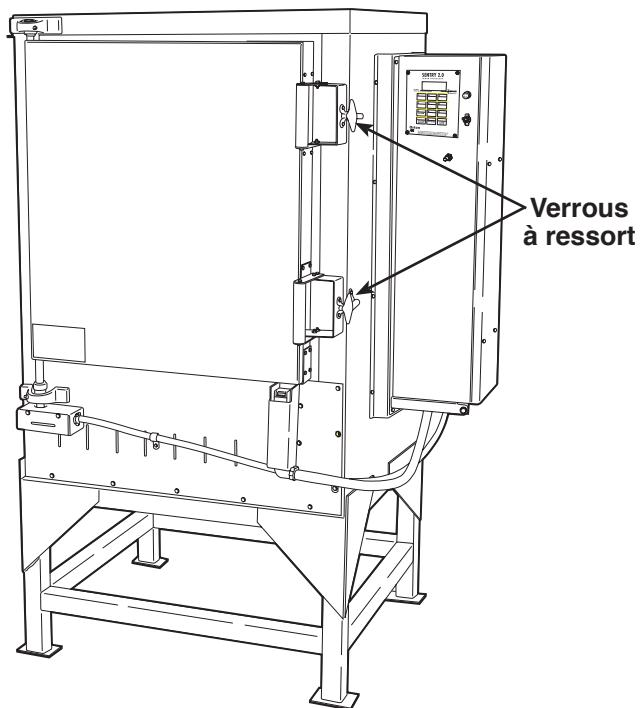

Figure 1
2. Relâchez les verrous à ressort situés sur la porte de la chambre de combustion (Figure 1) et retirez les matériaux d'expédition de l'intérieur de la chambre.